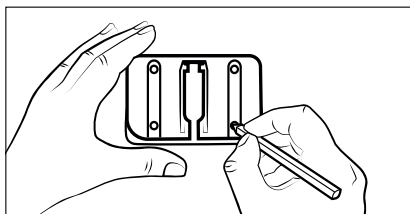

Fig. 5
- 3) Utilizzare il supporto a parete **18** per tracciare i quattro fori sulla parete (vedere fig. 5).